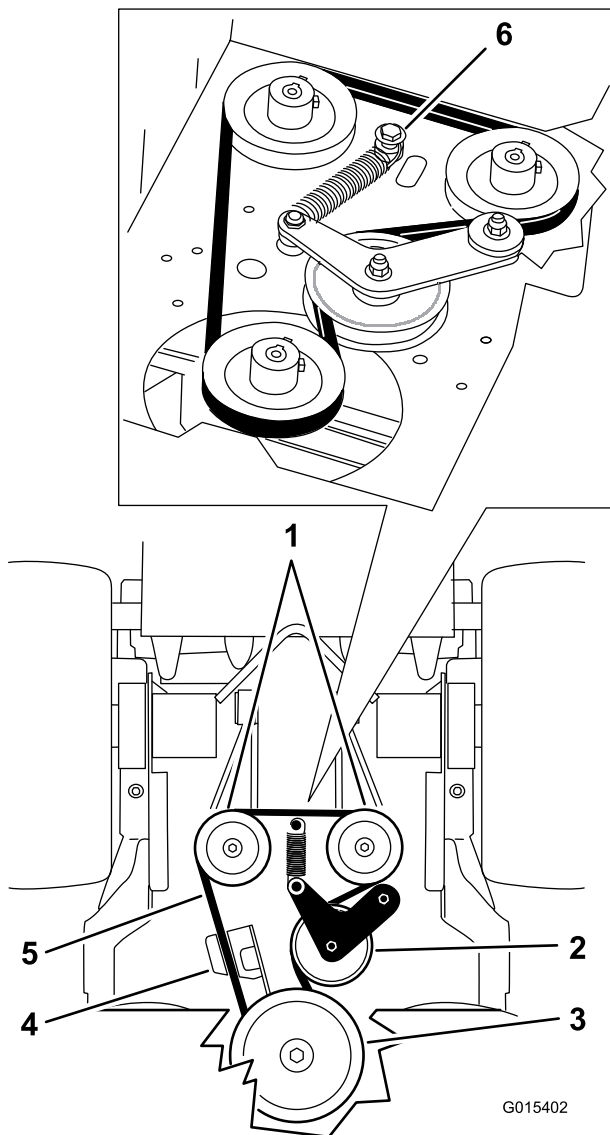

Figura 67
5. Rimuovete bullone a perno, dado e rondella dal piatto del motore e collegati alla molla (Figura 67).
6. Togliete la cinghia di trasmissione della pompa (Figura 67).
8. Installate la molla su bullone a perno e rondella e collegate al piatto del motore con il dado (Figura 67).